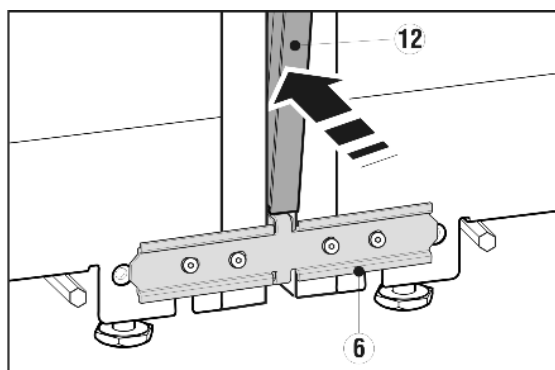

Fig. 7
Prima dell'uso premere le due nervature del coprifuca Fig. 7 (12) sull'intera lunghezza. Il listello è facilmente inseribile nella fessura. Per premere il listello utilizzare un panno morbido, così da evitare ammaccature nella superficie del coprifuca. Premere con cura il listello diritto nella fessura per ottenere una connessione ottimale.
- Sul lato anteriore premere il coprifuca lungo Fig. 7 (12) nella fessura verticale. Prestare attenzione in modo che il listello poggi sulla squadra di fissaggio Fig. 7 (6).